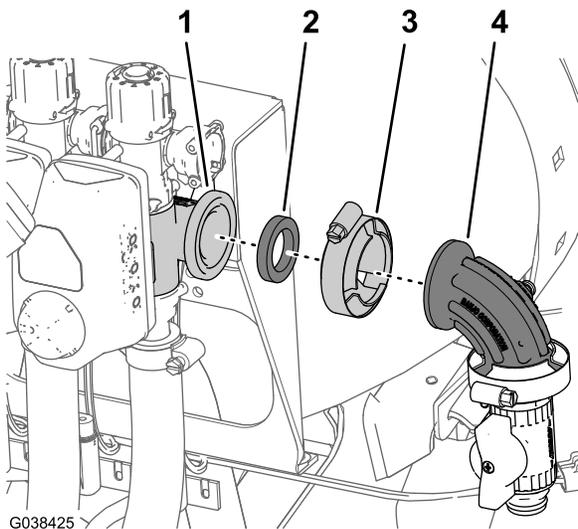

Bild 89
6. Montieren Sie den Flansch des 90° -Krümmers (mit Druckanschluss) mit der Dichtung und der Flanschklammer, die Sie in Schritt 1 entfernt haben, am Flansch des rechten Auslegerabschnittventils, wie in Bild 89 abgebildet.